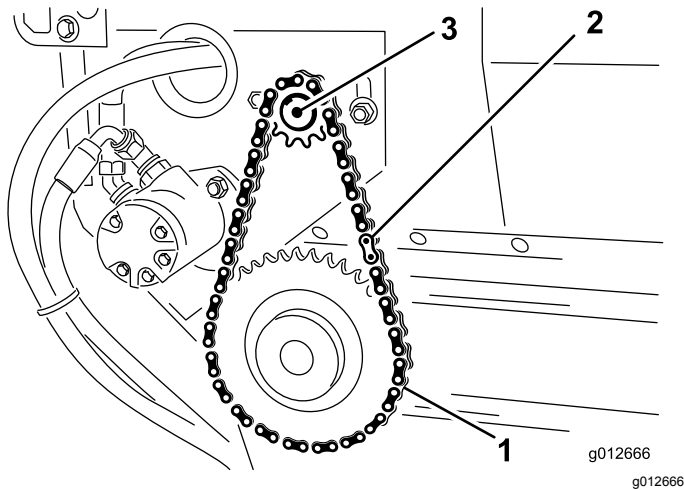

Figure 24
2. Retirez le maillon de fermeture de la chaîne et retirez la chaîne du petit pignon (Figure 24).